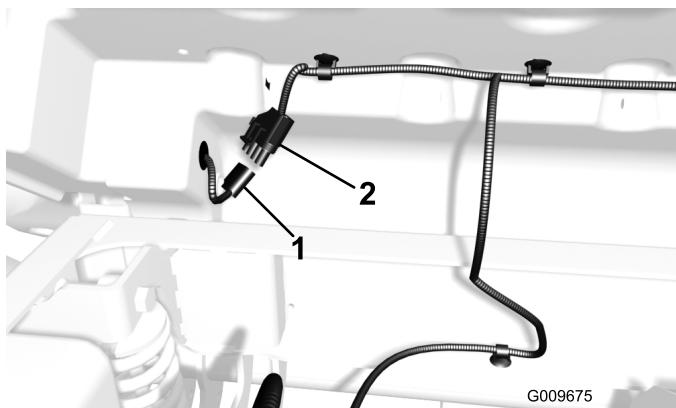

**Figura 24**
- Localice los taladros de anclaje existentes en la parte inferior de la plataforma (Figura 24).
- Coloque el arnés de cables trasero según se muestra en Figura 24. Observe que el segmento más largo del arnés, que termina en un conector plano de cuatro clavijas para las luces traseras, debe ir a la luz trasera izquierda.